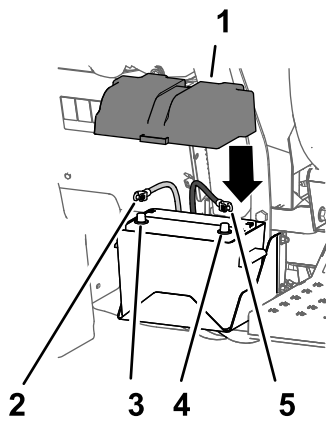

Bild 68
1. Schließen Sie das Pluskabel der Batterie am Pluspol der Batterie an (Bild 68).
2. Schließen Sie das Minuskabel der Batterie am Minuspol der Batterie an (Bild 68).
3. Fluchten Sie die Batterieabdeckung mit dem Batteriekasten aus und befestigen Sie die Abdeckung mit dem Riemen (Bild 68).